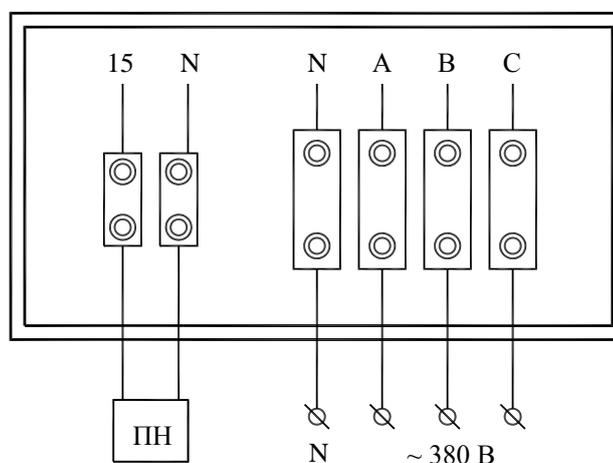

Рис. 4. Схема электрических подключений в монтажной коробке установки «ФФУ-20».
6.17. При работе установки на обеспечение оборотного водоснабжения в накопителе устанавливается блок датчиков уровня (рис. 4), и работа установки производится в автоматическом режиме. Автоматический режим устанавливается соответствующим переключателем на пульте управления.